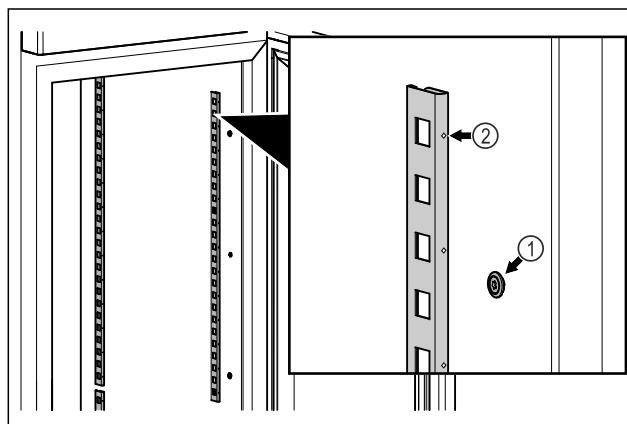

Fig. 15 Приближене відображення
- Зачепити фіксувальну планку за підвіску Fig. 15 (1). Маркування Fig. 15 (2) повинно бути спрямоване вперед.